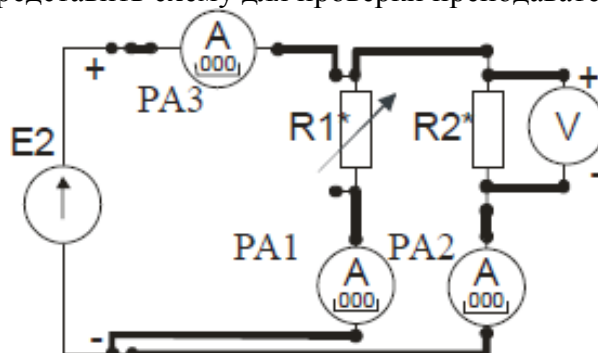

Рис. 13. Электрическая цепь с параллельным соединением резисторов
4. Собрать электрическую цепь с параллельным соединением резисторов (рис. 13), выбрав элементы цепи и величину напряжения питания в соответствии с заданным вариантом (табл. 9). Представить схему для проверки преподавателю.